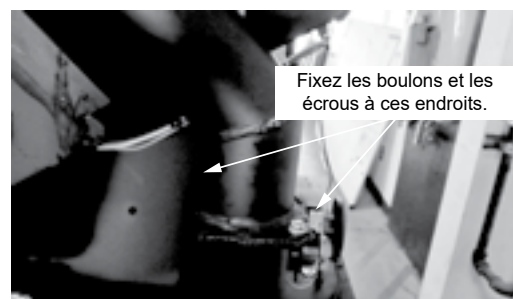

Figure 21.3
2. Fixez la plaque de base avec le tournevis à tête cruciforme et deux vis pour attacher le support de remplissage (Figure 21.3).